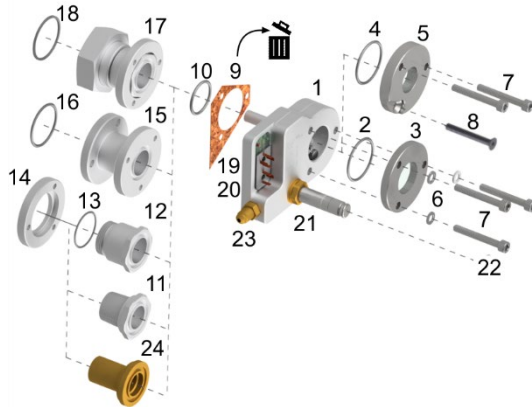

Fig.1
**Hinweis:** Die Nummern in Klammern entsprechen denen in Fig.1.
**Composants du système:** Pour plus de détails, voir table ci-dessous et Fig.1,3,4